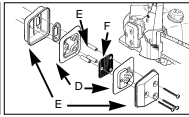

Abb. 20B
2. Entfernen Sie die Abdeckung der Kettenbremse. Entfernen Sie die 3 Schrauben, die den Auspuff am Zylinder festhalten. Der Auspuff lässt sich abnehmen, wenn die Befestigungsschrauben entfernt sind (Abb. 20B).
3. Trennen Sie die Auspuffhälften (C). Entfernen Sie die Kühl- (D) und Abstandsrohre (E).
4. Entsorgen Sie das gebrauchte Funkengitter und setzen Sie ein Neues ein (F) (Abb. 20B).